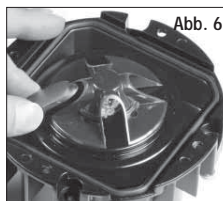

Abb. 6
- Le support LED peut être tourné dans le sens des aiguilles d'une montre et en sens inverse jusqu'à 90° pour orienter les faisceaux lumineux (faire attentions au câbles au-dessous) (fig. 6)
- Pour réduire le numéro des faisceaux lumineux de 4 à 3 ou 2, insérer respectivement 1 ou 2 bouchons (fournis avec l'appareil) dans l'écran (fig. 6).
- LED-Halter kann in Uhrzeigersinn und Gegenurzeigersinn gedreht sein bis 90° um das Lichtbündel orientieren (bitte beachten Sie die Kabeln) (Abb. 6).
- Um die Lichtbündel zu reduzieren vom 4 bis 3 oder 2, 1 oder 2 mitgelieferte verschluss ins Schirm einsetzen (Abb. 6).